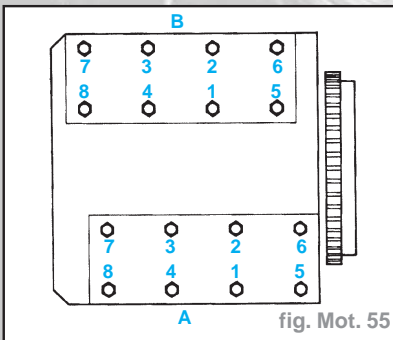

fig. Mot. 55
- Presserrer une première fois toutes les vis à 6 daN.m, suivant l'ordre de serrage, pour comprimer les joints (fig. Mot. 55).